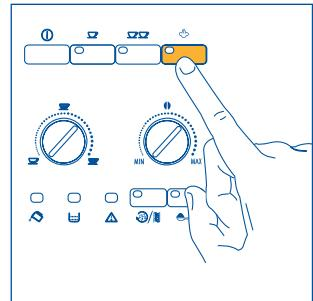
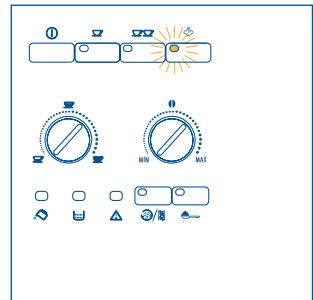

Fig.21
Fig.22
- Trykk derefter på damposten (fig. 21). Varsellampen ☕ (fig. 22) begynner å blinke for å angi at maskinen forvarmes.
- Når ønsket temperaturen er nådd, stans utslippet av damp ved å vri dampbryteren med urviserne helt til den stanser (fig. 6) og trykk på damposten ☕ (fig. 21) for å slå av dampfunksjonen.